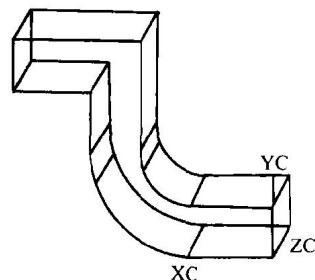

图 1-9 打开部件
- 5) 当文件加载完毕，零件便显示于绘图区中，如图 1-9 所示。